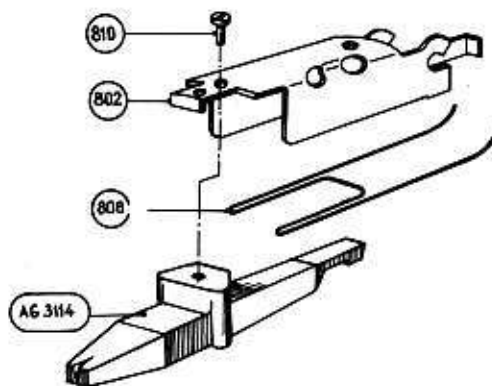

Fig. 5
Il est possible cependant sur AG 2101 D/25 de monter la tête AG 3114. La monture (pos. 802) est utilisable sans transformation. Il suffit de passer la vis 810 dans le deuxième trou en partant de l'extrémité (fig. 5).